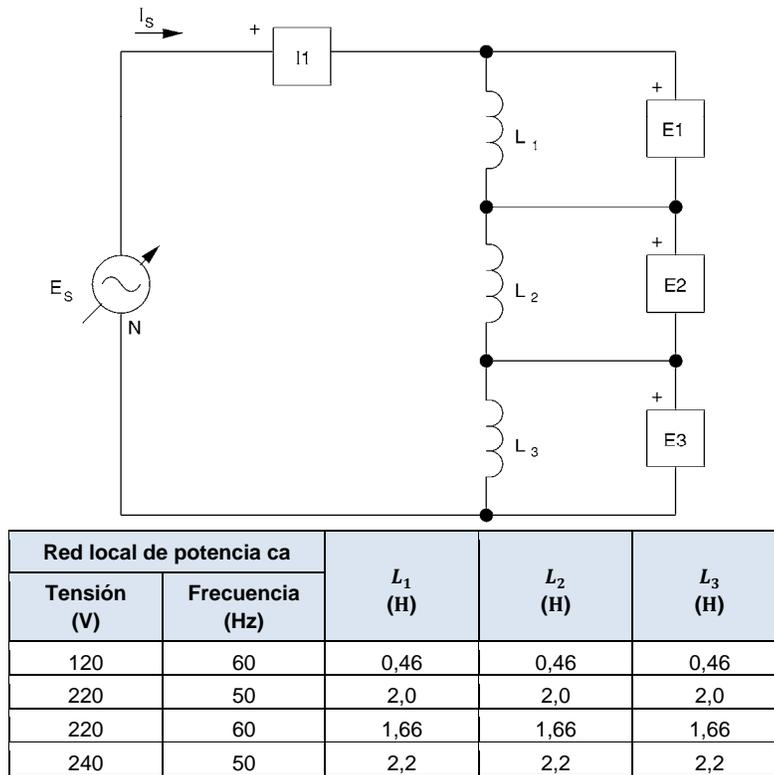

Figura 4-7. Determinación de la inductancia equivalente de un circuito serie.
13. Apague la Fuente de alimentación y monte el circuito de la figura 4-7. Conecte las entradas I1, E1, E2 y E3 como se muestra y ajuste el módulo Carga inductiva para los valores requeridos de inductancia.
14. Calcule la inductancia equivalente L_{EQ} empleando los valores de inductancia que se indican en la figura 4-7.